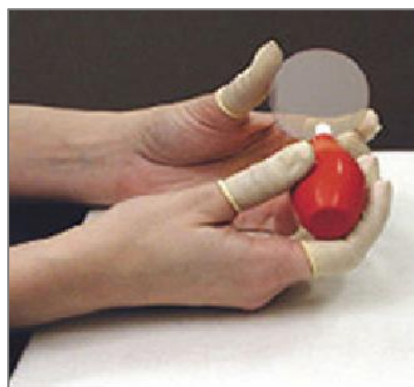

图3.6
- ④ 擦完后再用灌装干燥纯净的压缩空气吹拂镜片表面，确认清洁后镜片表面无任何异物，如图3.6所示。
- ⑤ 清洁后的准直镜须尽快安装至准直镜座中并插入切割头内。